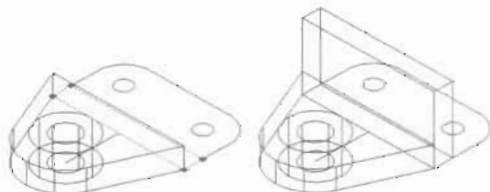

图 15-83
(5) 选择如图 15-83 (左) 所示的矩形, 然后将其拉伸 26 个单位的高度, 如图 15-83 (右) 所示, 命令执行过程如下。